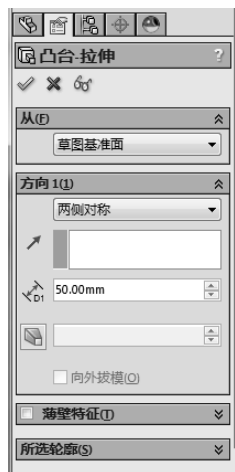

图 5-41 设置拉伸凸台/基体属性
- [4] 设置拉伸凸台/基体属性，在“从”中选择“草图基准面”，在“方向 1”中选择“两侧对称”，在深度  中输入“50.00mm”，如图 5-41 所示。